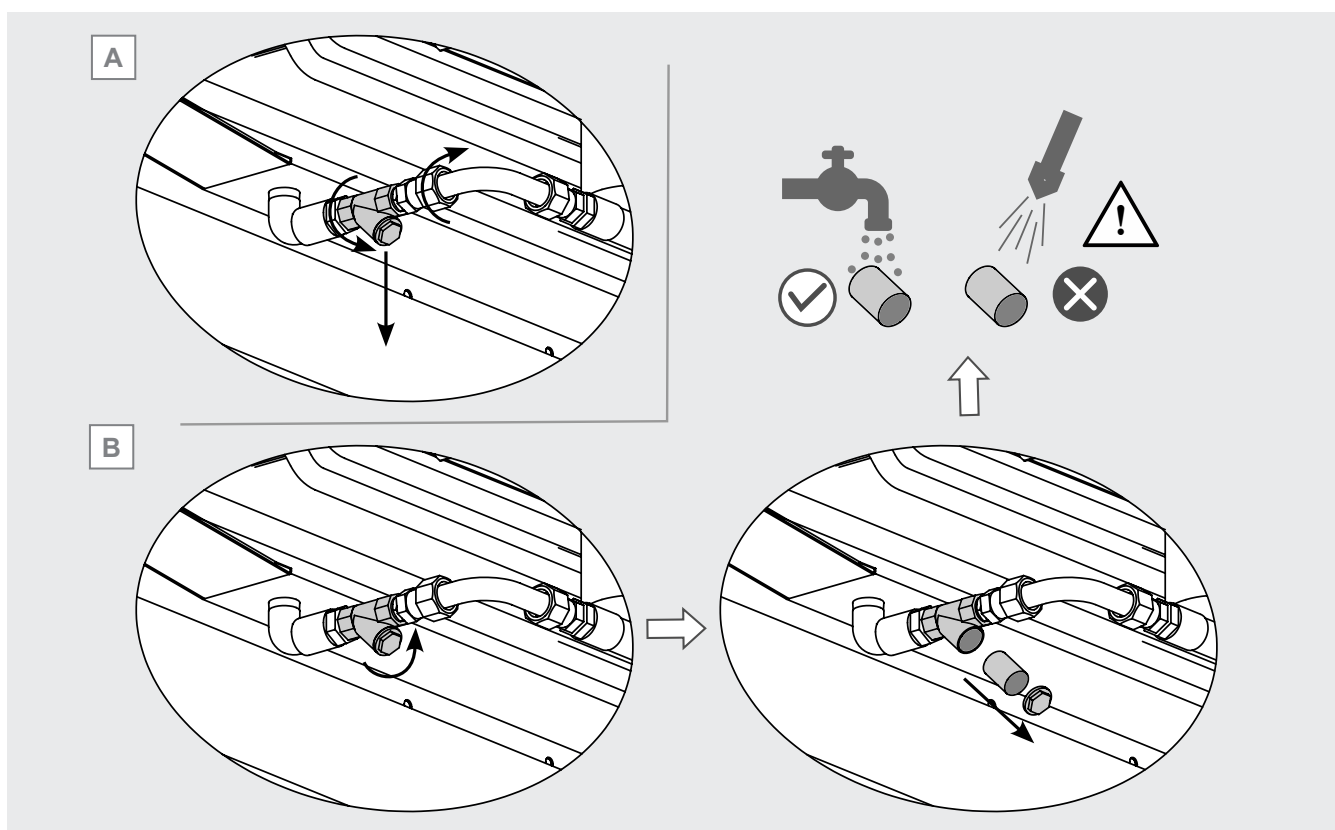

Abbildung 28
- 12.16.5 Wenn der gesamte Filter ausgetauscht werden muss, schrauben Sie die Anschlüsse an den Enden ab, siehe Abbildung 28 A: zuerst die Schnellkupplung und dann die Mutter. Entfernen Sie den Filter und ersetzen Sie ihn durch einen neuen mit den gleichen Abmessungen und Eigenschaften: Achten Sie auf die Druckangabe auf dem Gehäuse. Wenden Sie
- 12.16.6 Um den Filter zu reinigen, schrauben Sie die Verschlusskappe unten am Gehäuse ab, entfernen Sie sie und nehmen Sie den Innenkorb heraus. Achten Sie darauf, den Korb nicht zu beschädigen. Siehe Abbildung 28 B.